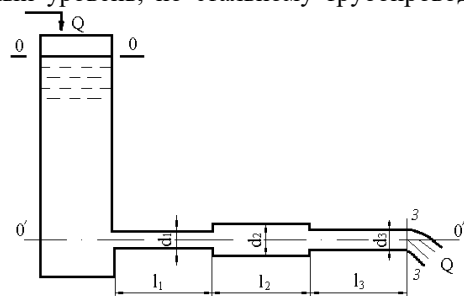

рис. 1
2. Из открытого резервуара, в котором поддерживается постоянный уровень, по стальному трубопроводу (эквивалентная шероховатость $\Delta = 0,1$ мм), состоящая из труб разного диаметра d и различной длины l ($d_1 = 50$ мм, $l_1 = 5$ м, $d_2 = 100$ мм, $l_2 = 2,5$ м, $d_3 = 75$ мм, $l_3 = 3$ м) вытекает в атмосферу вода, расход которой $Q = 10$ л/с, температура $t = 60^\circ\text{C}$ (рис.1).